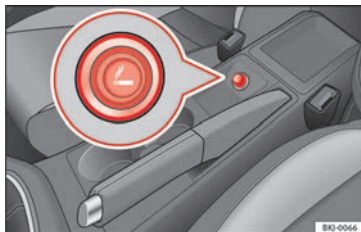

Fig. 158 Allume-cigare.
- Enfoncez le bouton de l'allume-cigare » fig. 158 pour l'activer » ⚠.